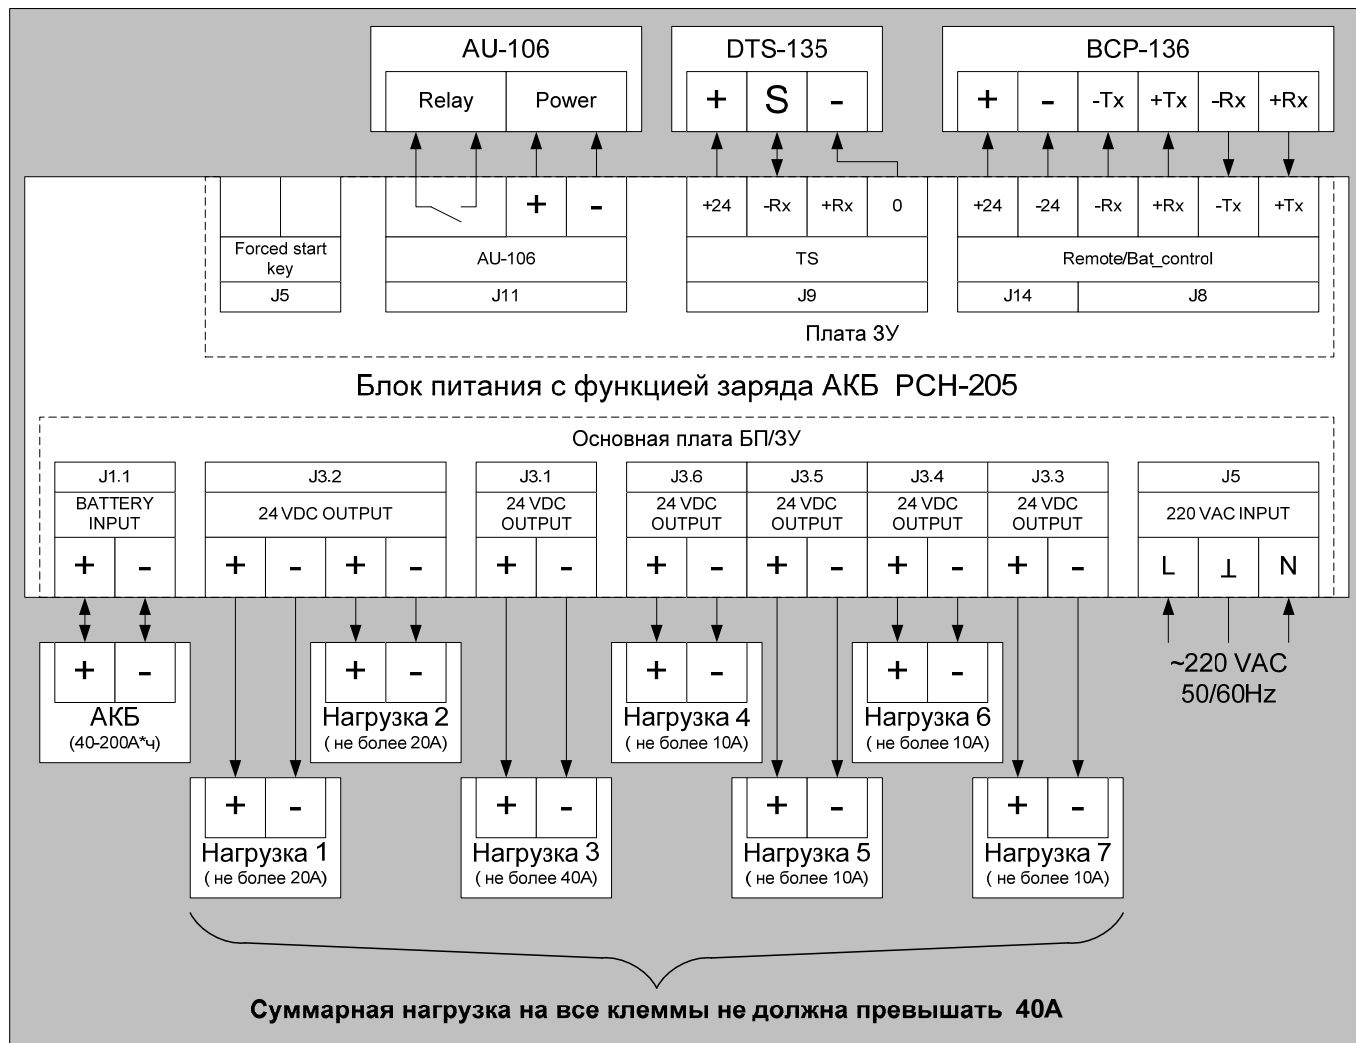

Рисунок 9. Схема подключения внешних устройств к БП
3. Подведите кабеля подключаемых устройств к БП. При выборе используете кабеля с соответствующим сечением жил (смотрите таблицу сечение жил кабелей, Таблица 7 и Рисунок 9).
7. Провода аккумуляторной батареи и внешних устройств подсоедините к клеммам зарядного устройства в соответствии со схемой подключения (Рисунок 9).
9. Подключите кабель питания к клеммам БП «220 VAC INPUT» (смотрите Рисунок 9) исходя из следующего обозначения:
К зарядному устройству могут подключаться следующие устройства (смотрите Рисунок 9):
Термодатчик DTS-135 предназначен для контроля температуры заряжаемой батареи. Термодатчик рекомендуется использовать в составе БП/ЗУ с гелиевыми батареями. Датчик температуры DTS-135 подключается к клемме «TS» (смотрите Рисунок 9).
Блок сигнализации AU-106 предназначен для оповещения о переходе БП в нештатный режим посредством светового и звукового сигнала и применяется в случаях установки БП внутри пульта или в отдаленные от рубки помещения (смотрите пункт 7.1.1). Блок сигнализации AU-106 подключается к клемме «AU-106» (смотрите Рисунок 9).